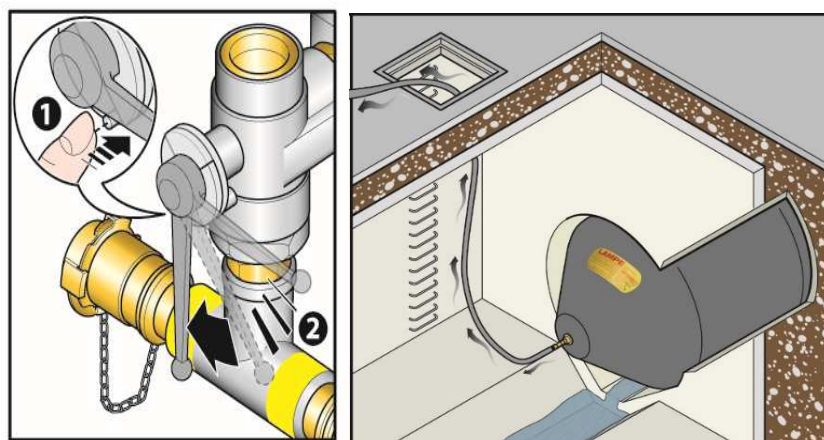

Figura 3 – Sgonfiaggio con pannello di sicurezza standard (cod. LA.71474).
- Dalla posizione di chiusura della valvola, premere il bottone di sicurezza ed aprire gradualmente la valvola in senso orario, avendo cura di controllare l'eventuale deflusso dell'acqua al di sotto dell'otturatore e che questo non subisca alcuno spostamento (Figura 3).